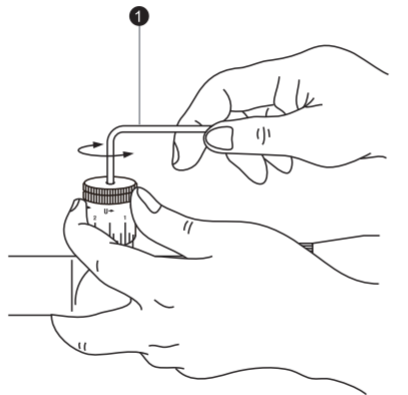

Fig. 3-3
Hold i justeringstårnet med fingrene for å unngå å flytte på den innrettede skaleringen, vri skruen øverst på justeringstårnet mot klokka med medfølgende sekskantnøkkel (1) til skruen kommer ut. Fjern deretter justeringstårnet (fig. 3-3).